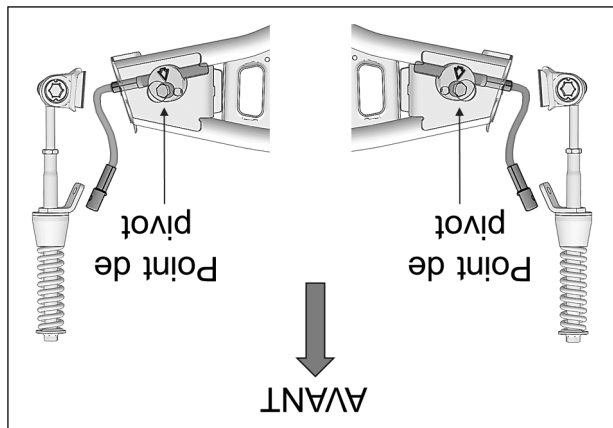

Fig. 25
14. À l'assemblage, assurez-vous que le point de pivot du disque en aluminium soit positionné en avant du câble du limiteur de conduite. Voir la Fig. 25